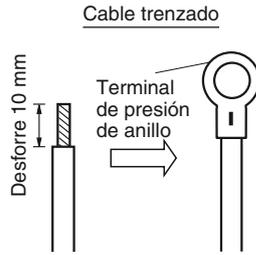
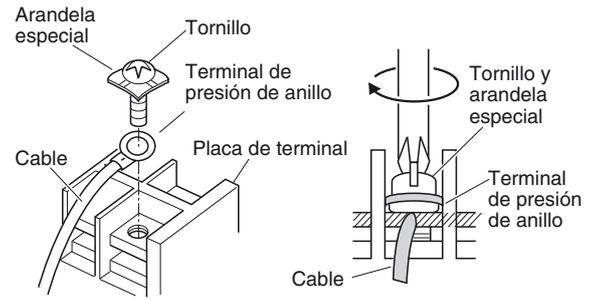

Fig. 4-7
Fig. 4-8
- (1) Corte el extremo del cable con alicates de corte, y desforre el aislante para exponer el cable trenzado unos 10 mm y retuerza con fuerza los extremos del cable. (Fig. 4-7)
- (2) Utilizando un destornillador de cabeza Phillips, extraiga los tornillos del terminal de la placa de los terminales.
- (3) Utilizando un fijador de conector de anillo o alicates, fije con seguridad cada extremo del cable trenzado con un terminal de presión de anillo.
- (4) Coloque el terminal de presión de anillo y vuelva a colocar y apretar el tornillo del terminal extraído con ayuda de un destornillador. (Fig. 4-8)